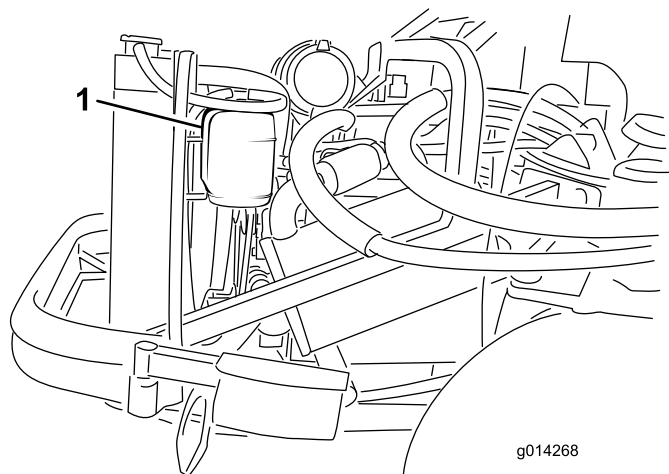

Figura 82
1. Compruebe el nivel de refrigerante en el depósito de expansión (Figura 82). El nivel del refrigerante debe estar entre las marcas en el lateral del depósito.